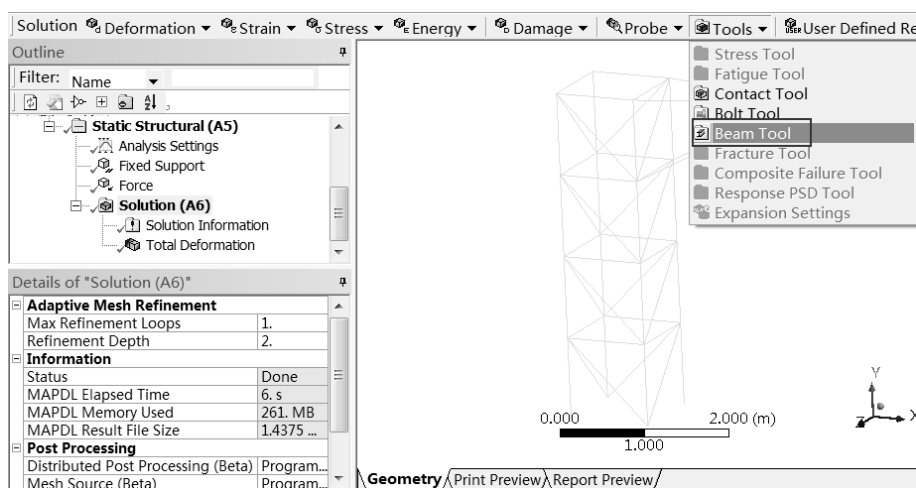

图 5-83 梁单元工具
Step5: 选择 Solution 工具栏中的 Tools (工具) Beam Tool 命令, 如图 5-83 所示, 此时在分析树中会出现 Beam Tool (梁单元工具) 选项。